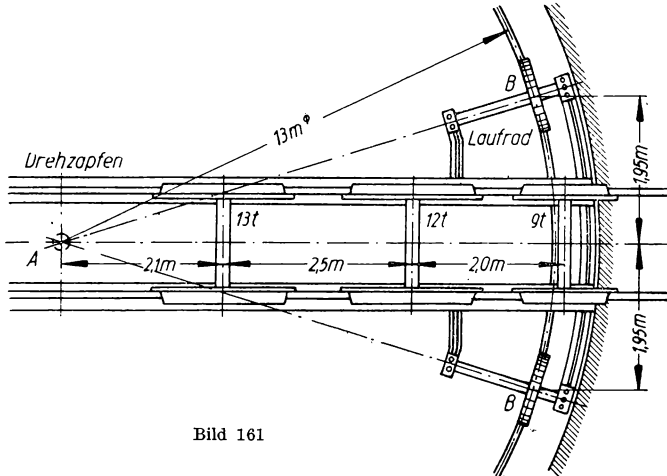

Bild 161
**295.** Eine Drehscheibe nach Bild 161 ruht in der Mitte auf dem Drehzapfen *A* und an einem Ende auf zwei Laufrädern *B*, welche, um 1,95 m seitlich von der Mittelebene der Scheibe angeordnet, auf einem Schienenkreise von 13 m Durch-